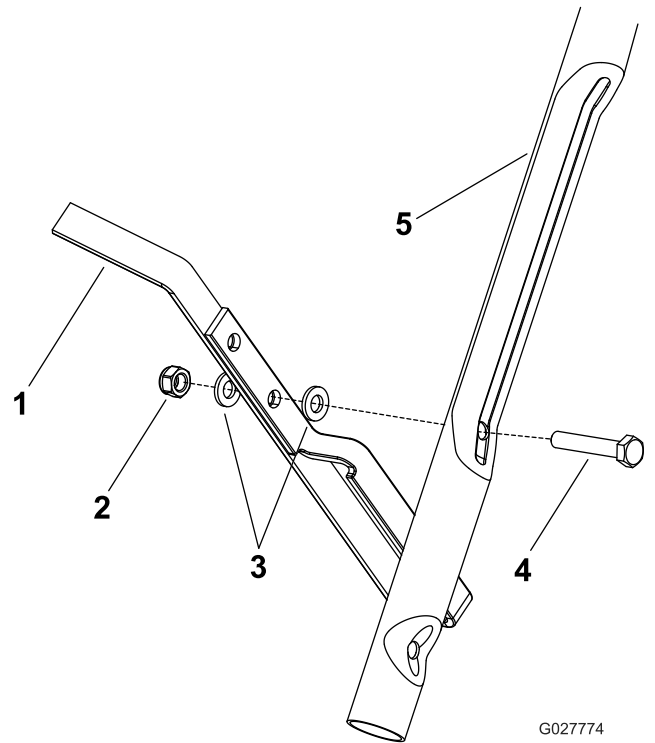

Figura 6
Fissate l'arresto a pedale al bullone sul lato destro della maniglia inferiore con un dado e 2 rondelle (Figura 6).
**Nota:** Installate l'arresto a pedale utilizzando il foro inferiore nell'arresto a pedale, come illustrato in Figura 6.